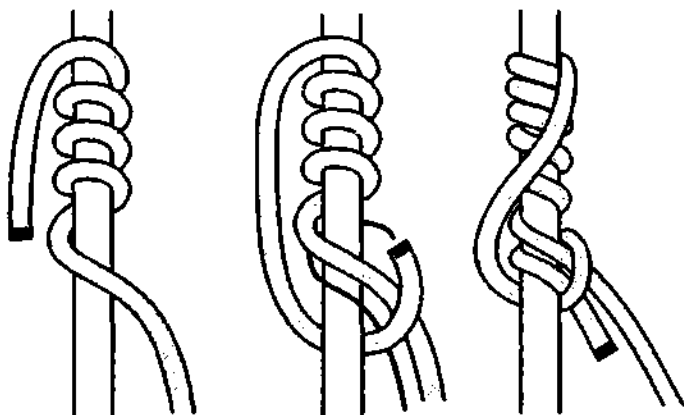

Рис. 677. Сосулька.
**Сосулька** – очень надёжный схватывающий узел (рис. 677). Его вяжут на гладких и скользких основных верёвках. Если **сосульку** правильно связать, то она способна держать даже на полированной латунной поверхности, и это почти единственный узел, который схватывает на скользком и гладком стволе дерева, лишённом коры. **Сосулька** хорошо держит на мокрой и обледенелой верёвке. Этот удивительный узел впервые был продемонстрирован Джоном Смитом в 1990 году, но похожий узел вязали когда-то и моряки. У **сосульки** можно использовать как один конец, так и оба, связав их вместе и образовав петлю.